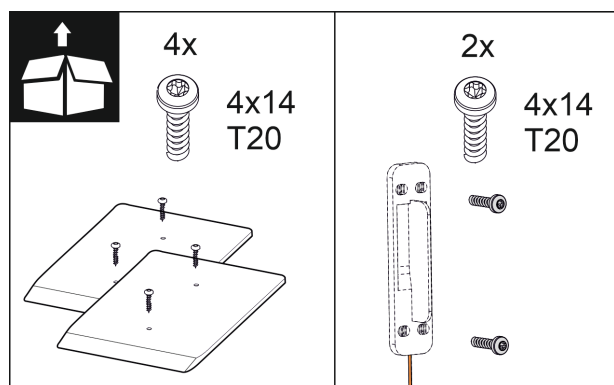

Fig. 16
2. Kontrollige montaažiosad kaaspakis üle. Fig. 10 () kuni Fig. 16 ()
Montaažiosad kaaspakis Fig. 10 () kuni Fig. 16 ()